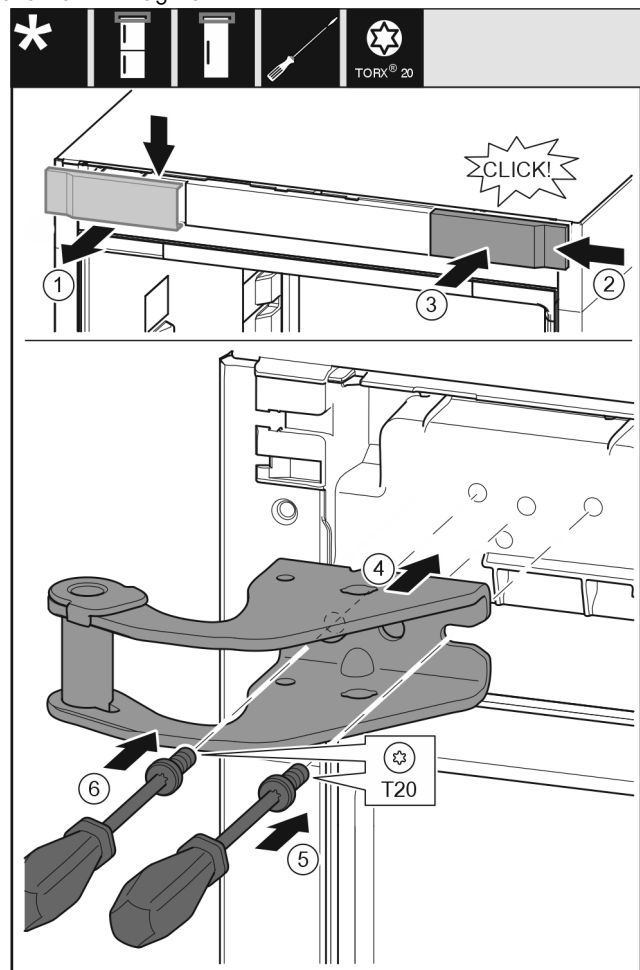

Fig. 31
- Detașați apărătoarea de sus spre înainte. Fig. 31 (1)
- Acroșați pe cealaltă parte din dreapta capacul rotit cu 180°. Fig. 31 (2)
- Fixați în poziție apărătoarea. Fig. 31 (3)
- Așezați suportul de lagăr superior. Fig. 31 (4)
- Așezați și înșurubați ferm șurubul cu șurubelnița T20. Fig. 31 (5)
- Introduceți și înșurubați ferm șurubul cu șurubelnița T20. Fig. 31 (6)